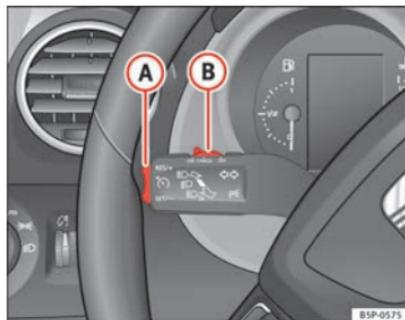

Abb. 150 Blinker- und Fernlichthebel: Schalter und Wippe für die Geschwindigkeitsregelanlage
- Drücken Sie den unteren Teil der Wippe **SET/-** ⇒ Abb. 150 **A** einmal kurz, wenn die zu speichernde Geschwindigkeit erreicht worden ist.